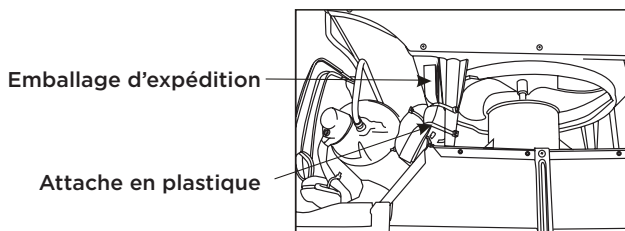

Fig.7
10. Votre appareil peut être livré avec un emballage interne. Cet emballage doit être retiré avant de réinstaller le climatiseur dans l'armoire (voir Fig. 7).